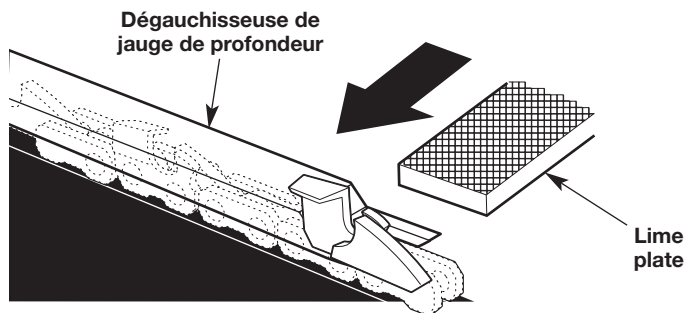

Fig. 42
3. Utilisez une jauge de profondeur (non comprise) pour mesurer le jeu de jauge de profondeur (Fig. 42) de chaque coupe. Le jeu de la jauge de profondeur doit être maintenu à 0,635 mm (0,025 po). Le dégagement de la jauge de profondeur détermine la profondeur à laquelle l'outil de coupe pénètre dans le bois en cours de fonctionnement ainsi que la taille des copeaux de bois produits. Un jeu trop important augmente le risque de rebond. Un jeu trop réduit diminue la taille des copeaux de bois, diminuant ainsi la capacité de coupe.
- Utilisez une dégauchisseuse de jauge de profondeur 0,6 mm (1/32 po) et une lime plate (outils non compris) pour abaisser la jauge de profondeur au jeu adéquat (Fig. 42).